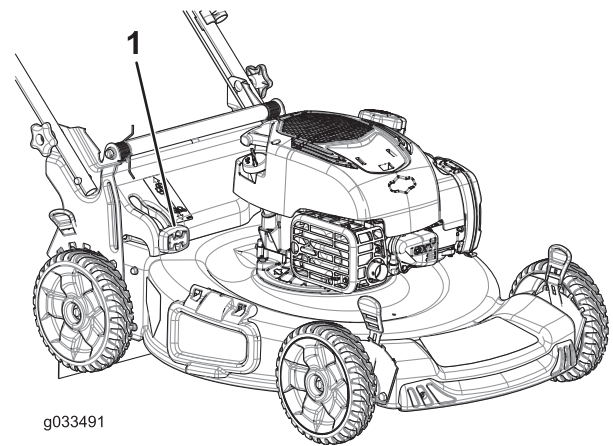

Figura 21
- Para ensacar los recortes de hierba y hojas, presione hacia dentro el botón de la palanca de ensacado a demanda y mueva la palanca hacia delante hasta que salga el botón de la palanca (Figura 21).